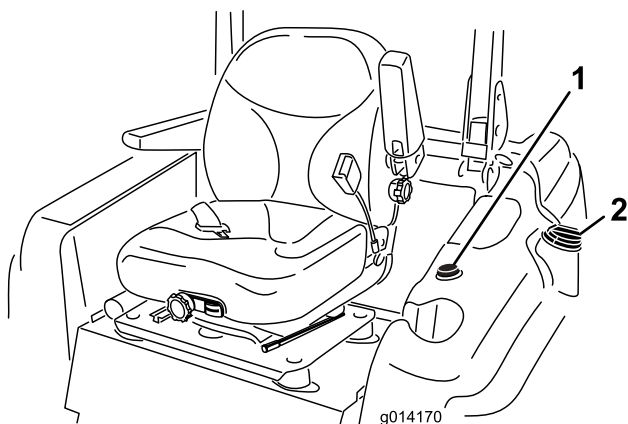

図 11
3. 燃料タンクのキャップの周囲をきれいに拭いてからキャップを取る（図 11）。